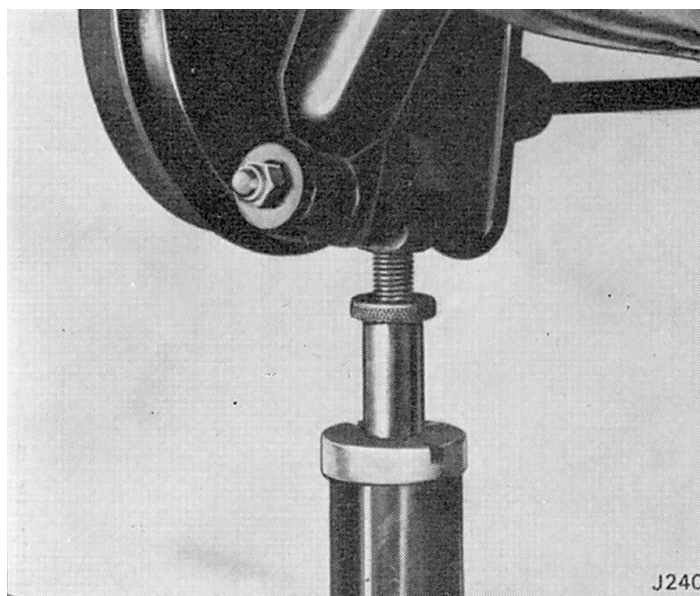

Fig. 50. Utilisation d'un cric sous le pivot de fusée
1. Mettre sur cric le support vertical (10) pour soulager l'amortisseur (9) comme indiqué Fig. 50. Enlever le boulon (44) de la fixation supérieure et l'écrou Nylstop (13) de l'oeil inférieur de l'amortisseur.
1. Mettre sur cric le pivot de fusée pour soulager l'amortisseur, comme indiqué Fig. 50.
- le flexible de frein (57) de sa durite en acier et de l'attache du châssis;